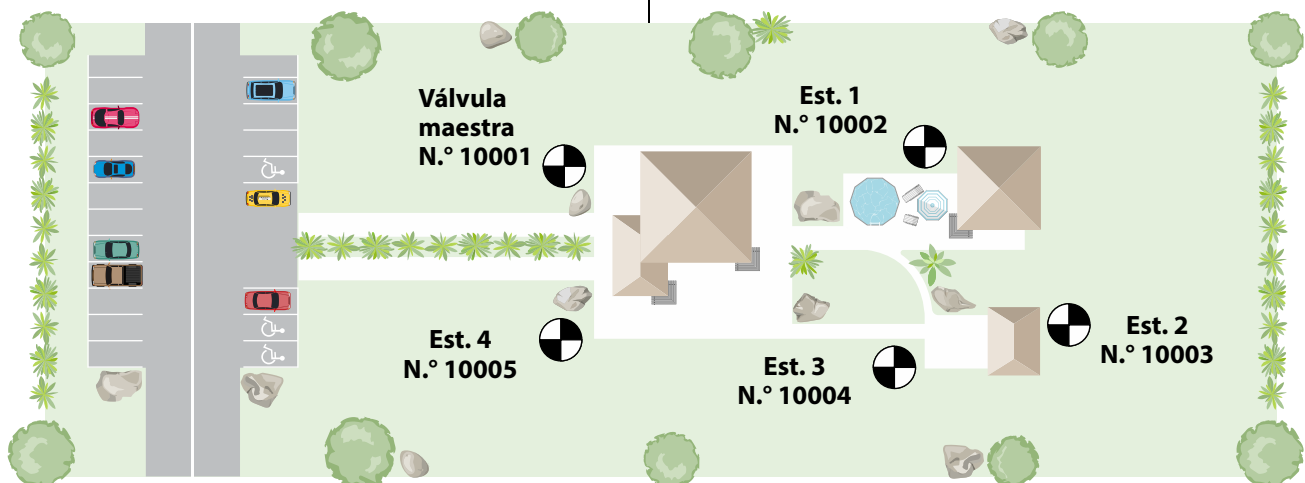

Figura 1: Ejemplo de distribución de la instalación con válvula maestra
- Consulte la Figura 1 para ver un ejemplo de direccionamiento de decodificadores con válvula maestra.